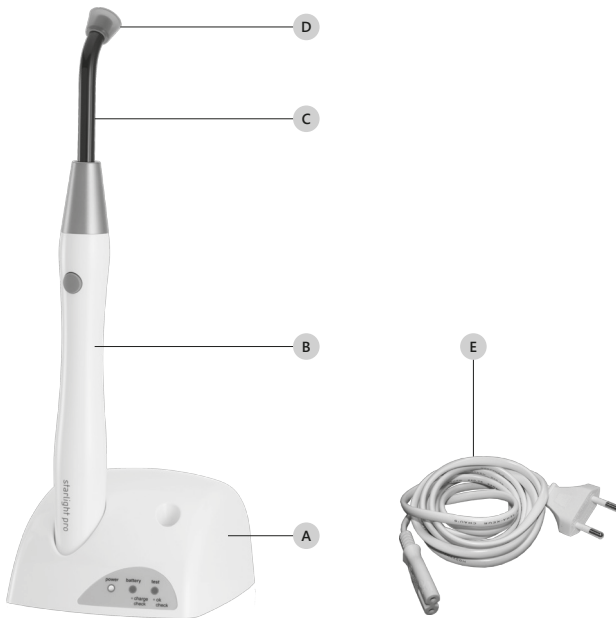
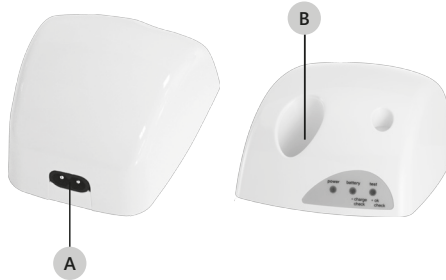

Abbildung 4 – Liste der Komponenten
Abbildung 5 – Ladestation.
ⓘ ACHTUNG: Laden Sie die Batterie nur mit der Mectron-Ladestation auf (*Abbildung 4 auf Seite 8 - Bez. A*). Versuchen Sie nicht, mit einem allgemeinen Batterieladegerät aufzuladen. Explosions- und Brandgefahr.
Bitte beziehen Sie sich auf Abbildung 4 auf Seite 8:
⚠ GEFAHR: Führen Sie keine Metallgegenstände in den Handstückhalter der Ladestation (Abbildung 5 auf Seite 10 - Bez. B) ein und stecken Sie Ihre Finger nicht ein, wenn das Gerät eingeschaltet ist.
2. Stecken Sie das Stromversorgungskabel (Abbildung 4 auf Seite 8 - Bez. F) in den Anschluss auf der Rückseite des Geräts (Abbildung 5 auf Seite 10 - Bez. A) und dann in die Wandsteckdose. Die grüne "Power"-LED leuchtet auf (Tabelle 1 auf Seite 11 - Bez. A).
1. Das Handstück in das Gehäuse der Ladestation einsetzen (Abbildung 5 auf Seite 10-Bez. B). Die grüne LED der Batterie leuchtet auf (Tabelle 1 auf Seite 11 - Bez. B).
1. Das Handstück in das Gehäuse der Ladestation einsetzen (Abbildung 5 auf Seite 10- Bez. B). Die grüne LED der Batterie leuchtet auf (Tabelle 1 auf Seite 11 - Bez. B).
⚠ ACHTUNG: Laden Sie die Batterie nur mit der Mectron-Ladestation auf (*Abbildung 4 auf Seite 8 - Bez. A*). Versuchen Sie nicht, mit einem allgemeinen Batterieladegerät aufzuladen. Explosions- und Brandgefahr.